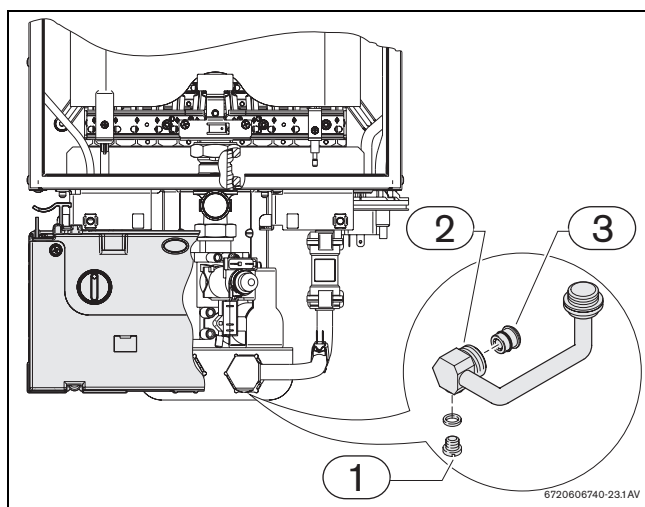

Fig. 11
- ▶ svitare ed asportare la vite di scarico (→Fig. 11, pos. 1).
- ▶ Non installare l'apparecchio in ambienti che presentino rischi in cui la temperatura possa scendere a 0 °C. Nel caso, chiudere il rubinetto d'ingresso acqua fredda (→Fig. 2, pos. 230), aprire un rubinetto d'acqua calda, svitare con una chiave di misura corrispondente l'apposita vite (→Fig. 11, pos. 3) e scaricare l'acqua presente nell'apparecchio.